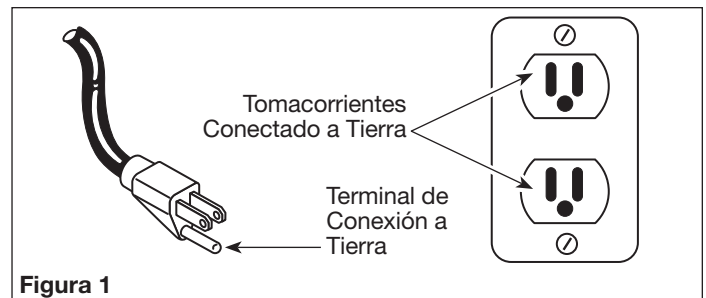

Figura 1
1. Este producto está diseñado para circuitos nominales de 120 voltios y tiene un enchufe para conexión a tierra similar al de la Figura 1. Cerciórese de conectarlo a un